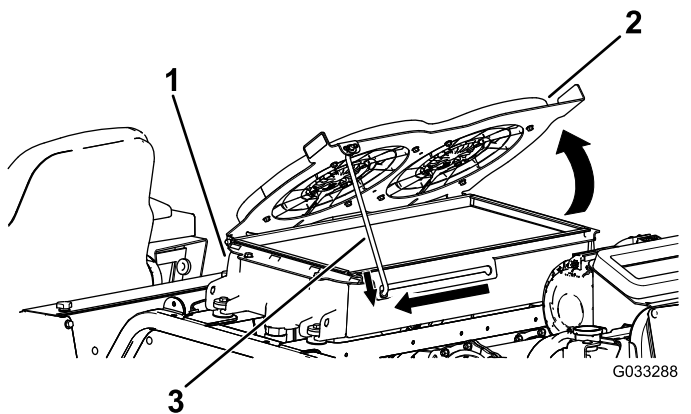

Bild 121
2. Drehen Sie die Hydraulikkühlventilatoren nach oben und arretieren Sie die Stützstange in der Kerbe (**Bild 121**).